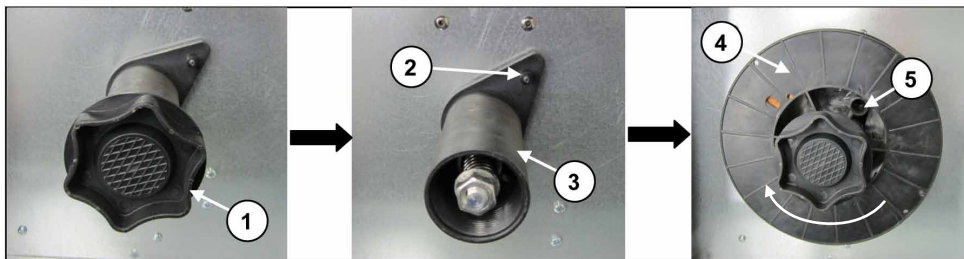

Рис. 6
2. Открутите гайку адаптера катушки против часовой стрелки (рис. 6). Установите катушку с проволокой на адаптер, совместив стопорное отверстие на катушке с шипом на адаптере. Направление размотки проволоки с катушки показано на рисунке 6 стрелкой. Закрутите гайку адаптера.